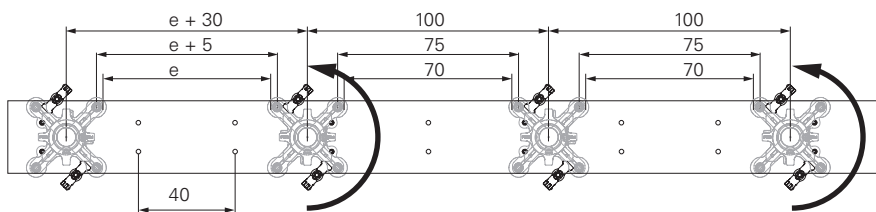

Fig. A6.12
- Distanziando di 1 m, si può eseguire il centraggio nei fori della trave di orditura. Per farlo, applicare i meccanismi di abbassamento ruotati di 180°, quindi bloccarli con due morse per trave contrapposte (23). (Fig. A6.12)
Misurare la dimensione "e" tra i margini dei meccanismi di abbassamento (Fig. A6.12)